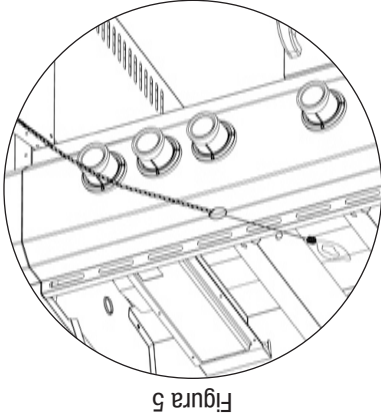

Figura 5
7. En caso de que el encendedor no encienda el quemador, use una cerilla encendida colocada en la vara de encendido que se acompaña para encender los quemadores manualmente. Gane acceso a los quemadores por el espacio entre la rejilla de cocción y las placas de calentamiento. Acerque la llama de la cerilla al lado del quemador (vea Figura 5).